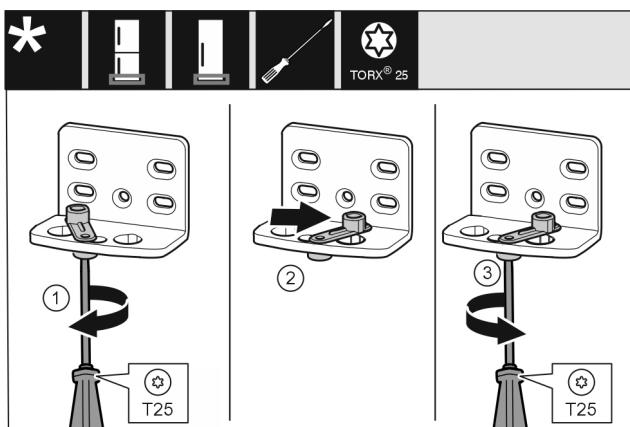

Fig. 11
- За допомогою викрутки T25 послабте гвинт. Fig. 11 (1)
- Допоміжний засіб для закривання дверцят підніміть і поверніть в отворі праворуч на 90°. Fig. 11 (2)
- За допомогою викрутки T25 закрутіть гвинт. Fig. 11 (3)